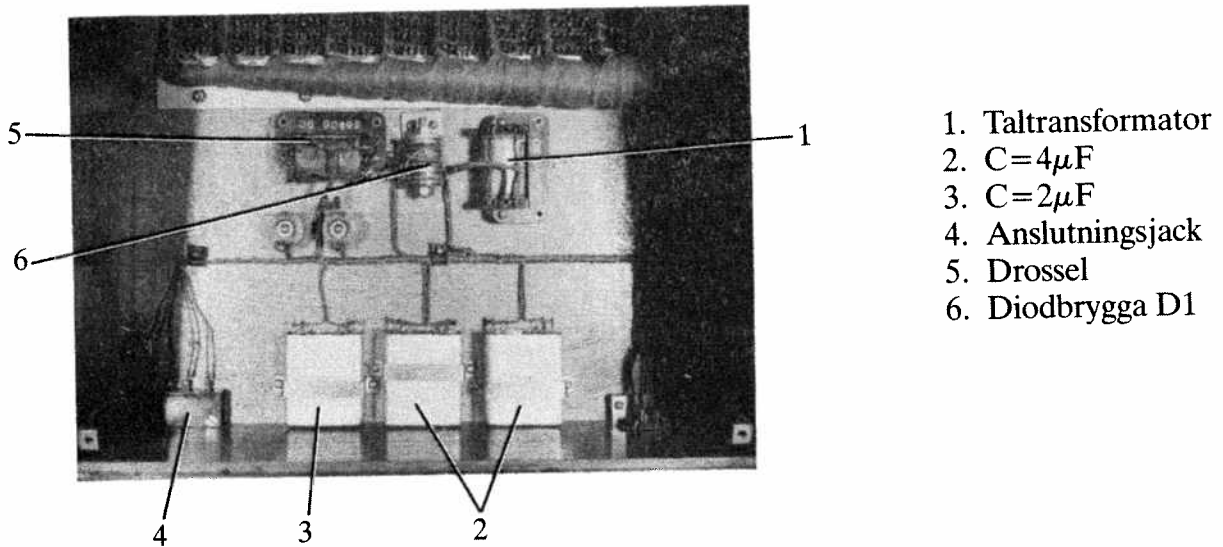

Bild 9. Komponentplacering
- Löd loss, i anslutningsjacken för hand-/huvudmikrotelefon, förbindningen mellan jackens stift 4 och drosseln stift 3, samt förbindningen mellan jackens stift 3 och taltransformatorns mittuttag, stiftet 4. Komponentplaceringen framgår av bild 9.